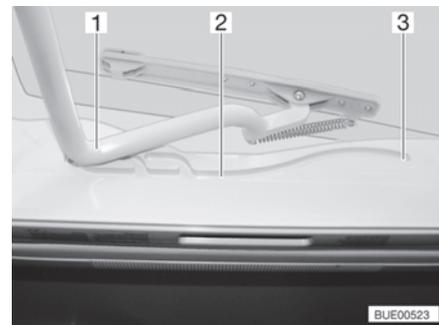

Fig. 21 Guía (claraboya Heki)
- Tirar el estribo (Fig. 21,1) en las guías (Fig. 21,2) hasta la posición trasera final (Fig. 21,3).
- Empujar el estribo (Fig. 21,1) ligeramente hacia arriba con ambas manos.
- Tirar el estribo en las guías (Fig. 21,2) hasta la posición deseada.